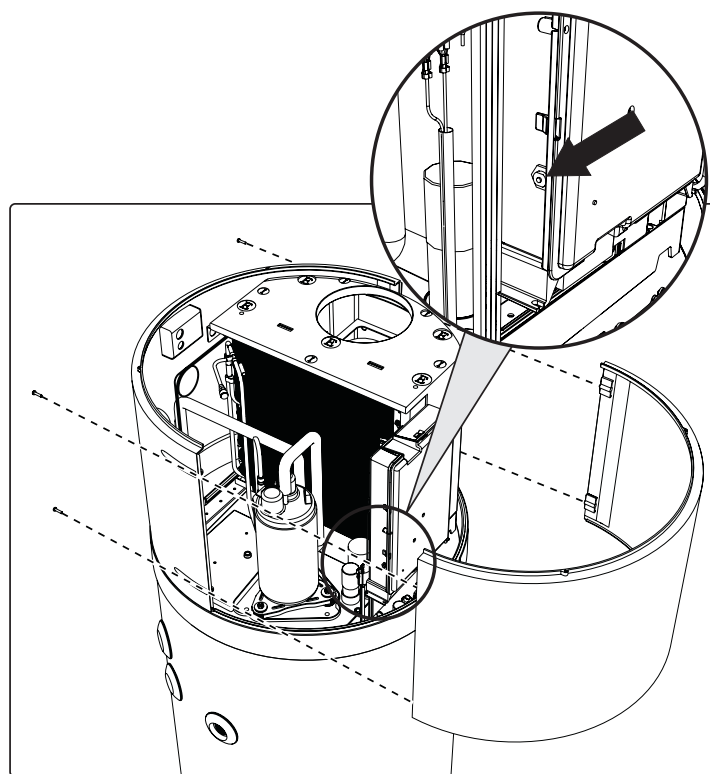

fig. 42 - Extracción del panel frontal
- Retire el panel frontal y restablezca manualmente el termostato de seguridad accionado (fig. 42). En caso de accionamiento, el pasador central del termostato sobresaldrá unos 2 mm.